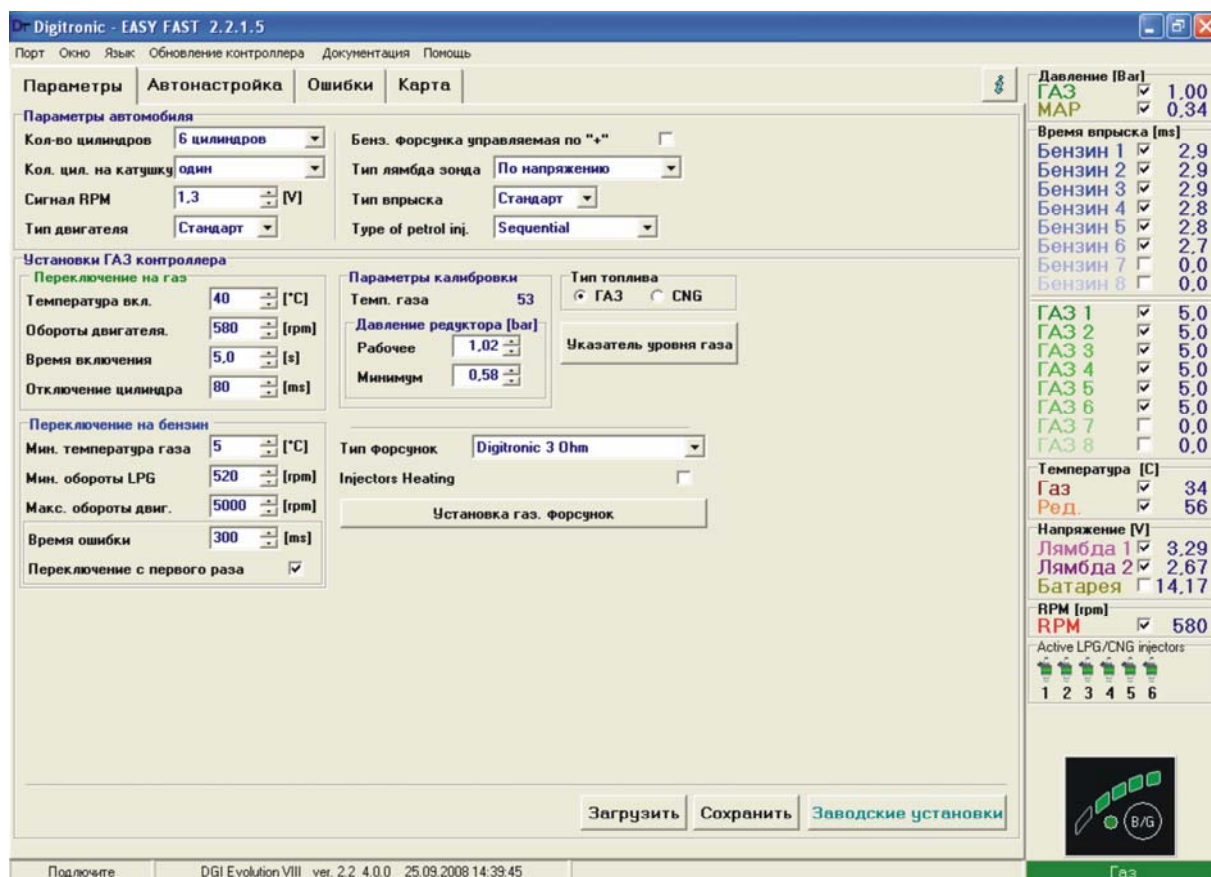

Рис. 4 Окно параметров
**зажигание** (для подачи напряжения на контроллер); приблизительно через 10 минут после отключения блок автоматически переходит в спящий режим, и связь с компьютером установить невозможно. После старта программы, если последовательный СОМ порт выбран правильно, должна установиться связь с диагностической программой, что будет подтверждено сообщением "**Подключен**" в левом нижнем углу окна программы. Окно Параметры отображено в Рис. 4.
В нижней части экрана, после надписи «ver.», обозначен номер версии программы, установленной в контроллере (Рис. 4), где: